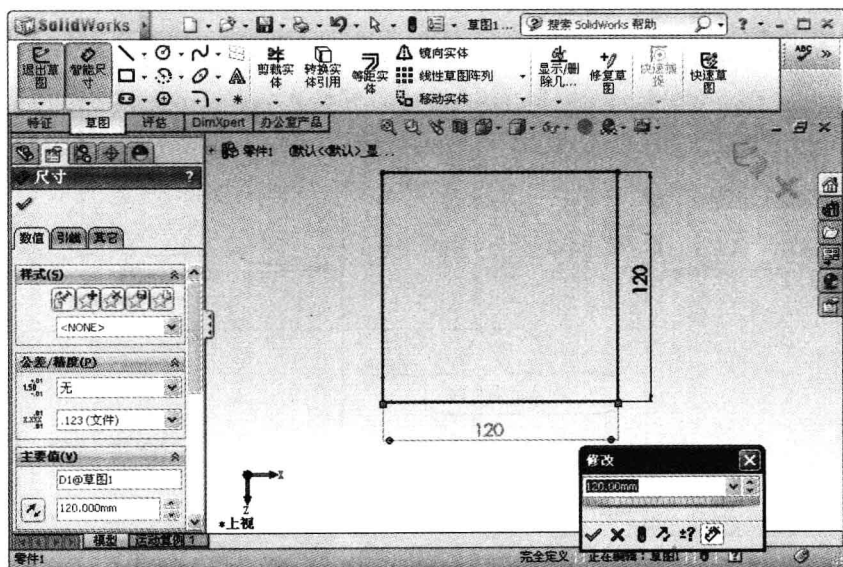

图 1-10 绘制草图并标注尺寸
(3) 单击草图绘制工具栏上的“边角矩形”图标 ，将指针移到草图原点处。当指针变为  时，表示指针正位于原点上。
(4) 单击原点 ，确定矩形的第一个角点，然后移动指针到另一角点（注意当移动指针时，指针显示了该矩形的尺寸），再次单击即完成矩形绘制。
(5) 单击“智能尺寸”图标 ，指针变为 ，单击水平边线，下移鼠标，出现该边线的尺寸，单击确定尺寸线的位置，系统弹出“修改”尺寸数值对话框，用键盘输入“120”，单击  确定。同理标注竖直边线尺寸，尺寸数值为“120”，如图 1-10 所示。